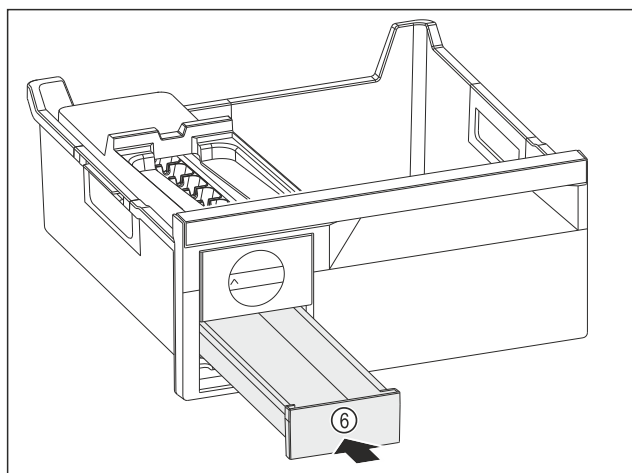

Fig. 217
- Spingere verso l'interno il cassetto del ghiaccio Fig. 217 (6).